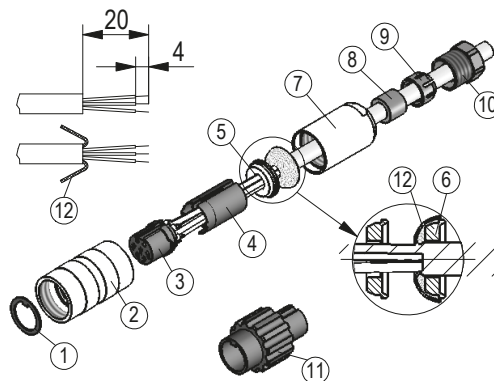

Abb. 15: Gegenstecker M16 gerade
**Montage (Abb. 15)**
1. ⑥ ... ⑩ über Kabelmantel schieben.
3. Schirm ⑫ umlegen.
4. ⑤ auf Litzen schieben.
5. Litzen an ③ löten (entsprechend Anschlussplan).
6. Abstandhülse ④ aufweiten und über Litzen stülpen, zusammendrücken und auf ③ stecken. Schlitz ③ und Nut ④ müssen deckungsgleich sein.
7. ⑥ an ⑤ drücken, überstehenden Schirm abschneiden.
8. ② und ⑦ aufschieben und mittels Montagewerkzeug ⑪ verschrauben.
9. ⑧ in ⑨ stecken, beides in ⑦ schieben.
10. ⑩ mit ⑦ verschrauben.